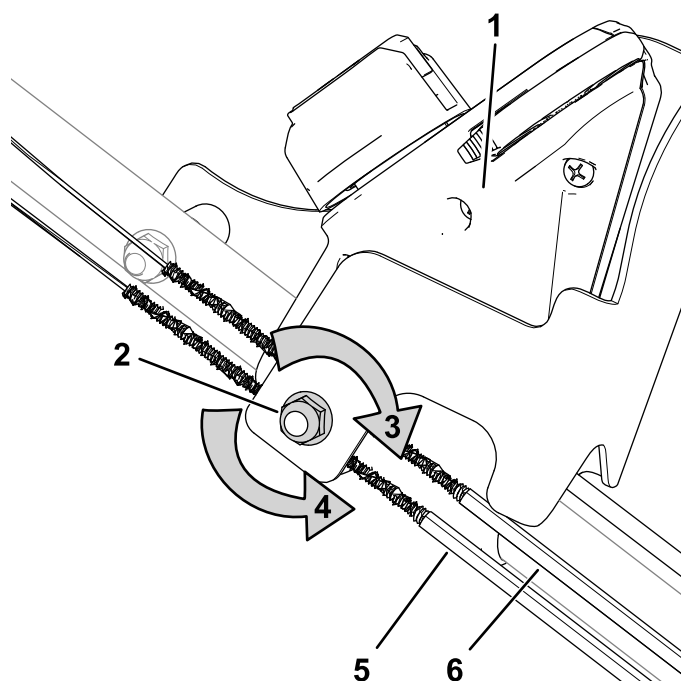

Figure 27
1. Tournez l'écrou de réglage dans le sens antihoraire pour desserrer le réglage du câble (Figure 27).
2. Ajustez la tension des câbles (Figure 27) en les tirant en arrière ou en les poussant en avant, puis en les maintenant à cette position.